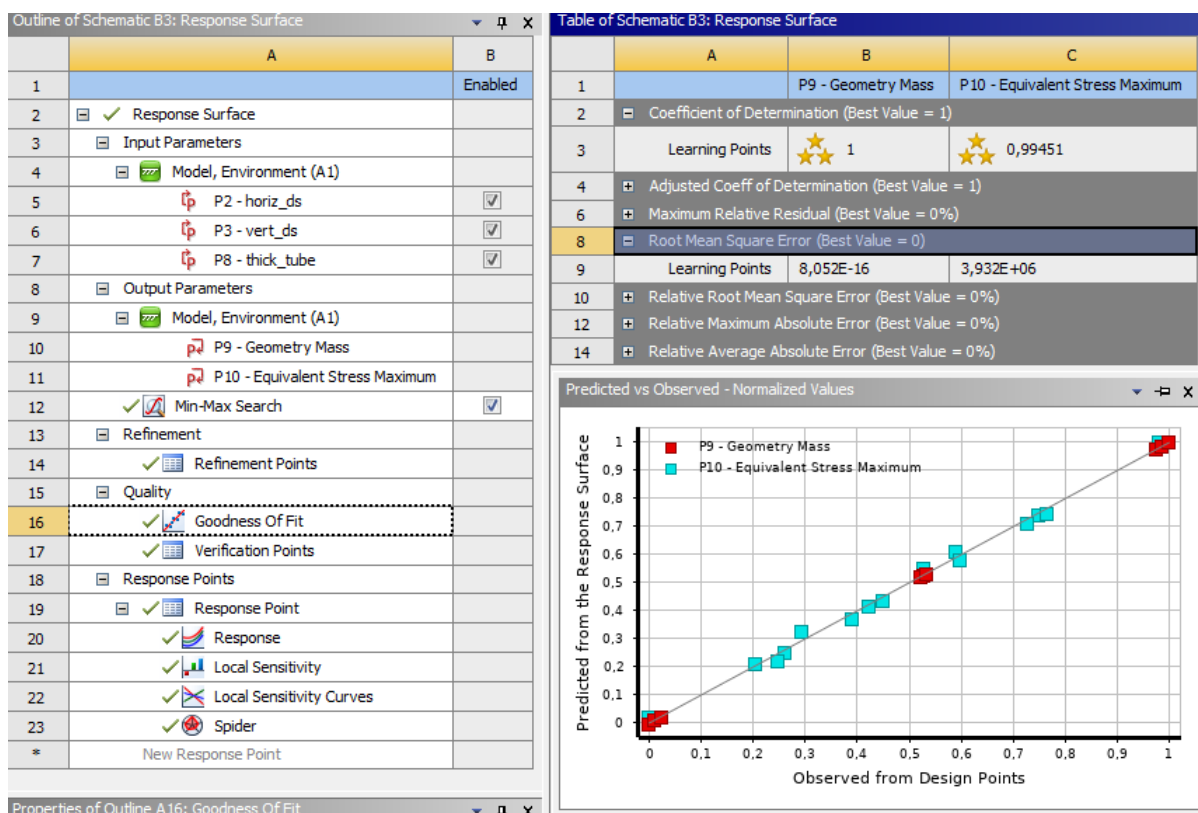

Рисунок 36 – Оценка качества метамоделей
18. При переходе на панели Outline к разделу Goodness Of Fit формируются данные, позволяющие судить о качестве метамоделей (рисунок 36). На графике по оси абсцисс отложены значения конечно-элементного моделирования, а по оси ординат – значения, полученные при помощи соответствующих регрессионных уравнений. Чем ближе полученные точки находятся к диагонали, тем выше точность модели.